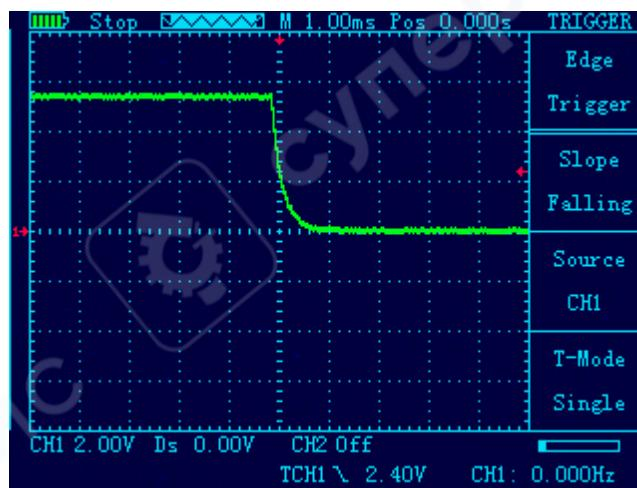

Рис. 10
5. Для изменения положения точки срабатывания используйте кнопку «**HORI**» (регулировка горизонтального положения). Это позволяет изменять длительность отображаемого интервала и более детально анализировать захваченную форму сигнала (см. Рисунок 10).